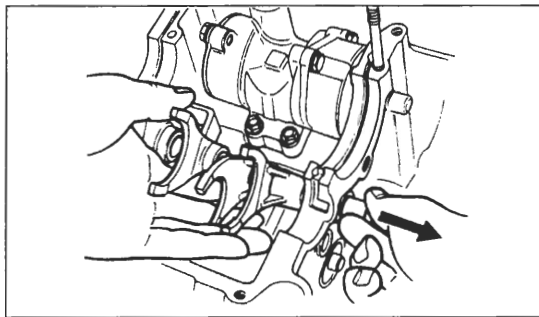

Bild 270
- Schaltgabeln mit der Hand festhalten und Schaltgabelwelle herausziehen (Bild 270).